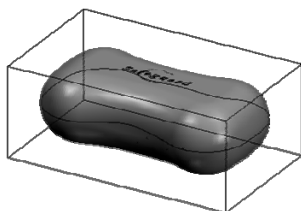

图 3-104 设置的工件
2) 设置毛坯形状为立方体，选中“两点方式”，设置的“基准点”与“大小”如图 3-103 所示。勾选“显示毛坯”，以在显示窗口中以线框形式显示毛坯，单击“定义毛坯-世界坐标系 (.sys.)”对话框中的“确定”按钮，完成加工工件设置，如图 3-104 所示。